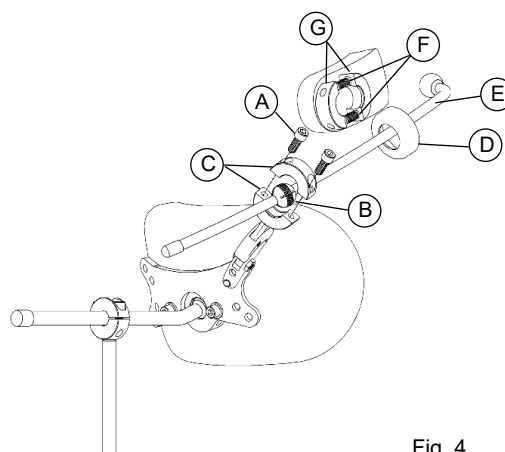

Fig. 4
5. Consulte a Fig. 4. Desaperte os parafusos (Fig. 4, A) e fixe a esfera estriada (Fig. 4, B) entre as metades do colo de apoio lateral (Fig. 4, C) e aperte. Não aperte firmemente as metades do colo até encaixarem para permitir ao utilizador um ajuste da haste da esfera.
6. Faça deslizar a proteção do colo (Fig. 4, G) do colo do enchimento até à haste da esfera curva (Fig. 4, E).
7. Desaperte os parafusos do colo (Fig. 4, D). Desapertar os parafusos do colo só até ao ponto em que a esfera desliza, é mais fácil do que retirar as metades do colo completamente.
8. Fixe as metades do colo (Fig. 4, H) uniformemente na esfera (Fig. 4, F). Consulte a página 13.
9. Faça deslizar a proteção do colo (Fig. 4, G) para o colo (Fig. 4, H).
6. Faça deslizar a proteção do colo (Fig. 4, D) do colo do enchimento até à haste da esfera curva (Fig. 4, E).
7. Desaperte os parafusos do colo (Fig. 4, F). Desapertar os parafusos do colo só até ao ponto em que a esfera desliza, é mais fácil do que retirar as metades do colo completamente.
8. Fixe as metades do colo (Fig. 4, G) uniformemente na esfera. Consulte a página 13.
9. Faça deslizar a proteção do colo (Fig. 4, D) para o colo (Fig. 4, G).